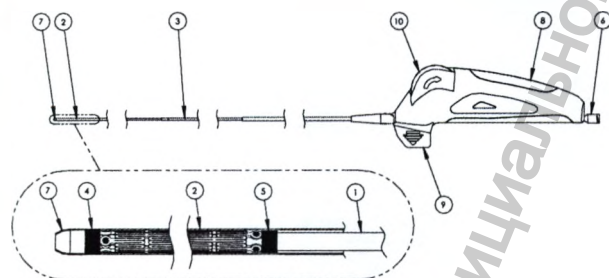

Abbildung 1: EverFlex Entrust™ Einführsystem
Das Entrust-Einführsystem ist dargestellt in Abbildung 1. Es hat einen dreiaxialen Schaft, bestehend aus einem inneren Schaft (1), einer rückziehbaren äußeren Schleuse (2) und einer Isolationschleuse (3), die die Verwendung während der Freisetzung erleichtert. Der ergonomisch geformte Griff zur Freisetzung (8) hat eine entfernbar Sicherungsverriegelung (9), ein Freisetzungsrädchen (10) und einen Luer-Ansatz (6).